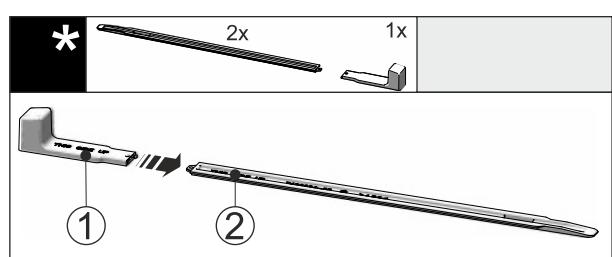

Fig. 50
- Ataşați mânerul de montare Fig. 50 (1) la şina de nivelare Fig. 50 (2).